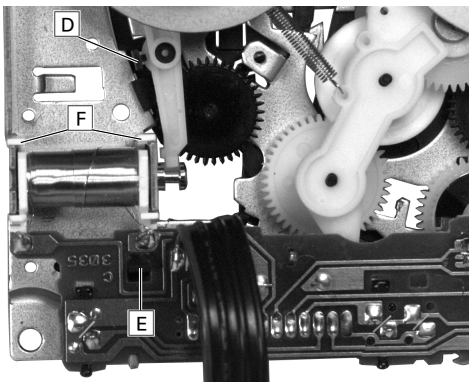

Fig. 29
- Rastnase [D] austrasten und Hebel soweit nach oben schieben bis der Magnetkern herausgezogen werden kann (Fig. 29).
- Disengage the catch [D] and push lever upwards until the magnet core can be pulled out (Fig. 29).